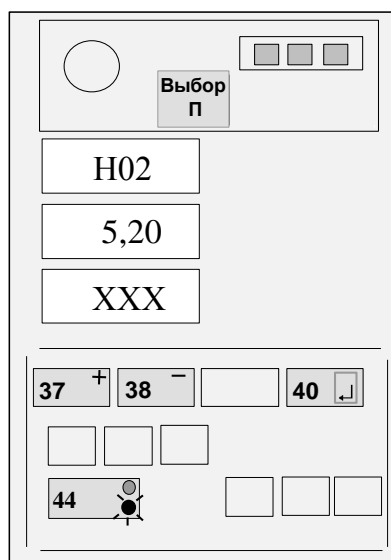

Рисунок 15
Нажимая кнопку ВЫБОР "П" (36), установить на верхнем ИЖЦ код "H02" (индикация вылета стрелы, см. рисунок 15).
Изменяя положение датчика угла наклона стрелы, добиться отображения на среднем ИЖЦ значения вылета равное измеренному рулеткой (см. рисунок 15).